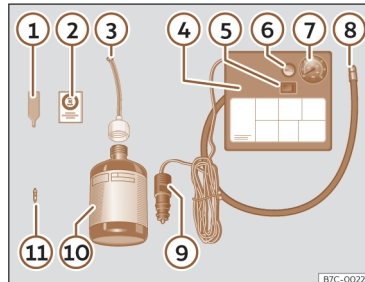

Fig. 204 Représentation standard : contenu du kit anticrevasion.
Le kit anti-crevaison se trouve dans le coffre à bagages, sous le revêtement de plancher. Il inclut les éléments suivants >>> **fig. 204** :
- Dévissez le capuchon et l'obus de la valve du pneu. Utilisez l'appareil >>> **fig. 204 ①** pour extraire l'obus. Placez-le sur une surface propre.
- Agitez fortement la bouteille de produit de colmatage des pneus >>> **fig. 204 ⑩**.
- Vissez le tuyau de gonflage >>> **fig. 204 ③** sur la bouteille de produit de colmatage. Le plombage du goulot de la bouteille est automatiquement percé.
- Retirez le bouchon du tuyau de remplissage >>> **fig. 204 ③**, puis vissez l'extrémité ouverte du tuyau sur la valve du pneu.
- Placez de nouveau l'obus avec l'outil >>> **fig. 204 ①** sur la valve du pneu.
- Vissez le tuyau de gonflage du pneu du compresseur >>> **fig. 204 ⑧** sur la valve du pneu.
- Vérifiez si la vis d'évacuation d'air est serrée >>> **fig. 204 ⑥**.
- Branchez le connecteur >>> **fig. 204 ⑨** à la prise de courant de 12 volts du véhicule >>> page 230.
- Raccordez le compresseur d'air au commutateur ON/OFF >>> **fig. 204 ⑤**.
- Collez l'autocollant >>> **fig. 204 ②** sur le combiné d'instruments, dans le champ de vision du conducteur.
Revissez le tuyau de gonflage >>> fig. 204  et vérifiez la pression du manomètre .